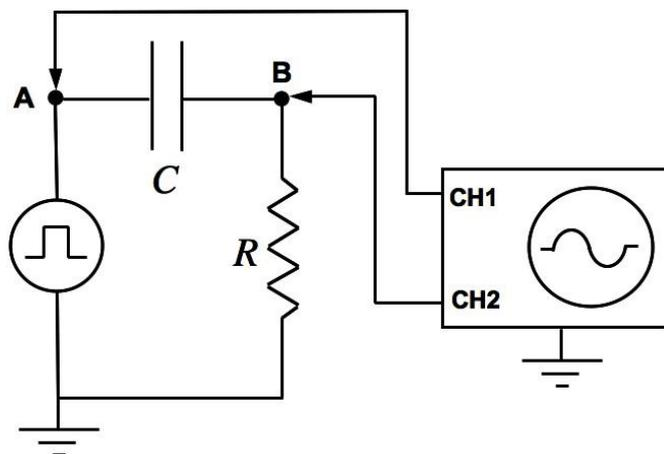

Figura 7: Montagem de um circuito RC para medida da voltagem no resistor V_R .
- 1) Monte o circuito da **Figura 7**, ele corresponde ao circuito da **Figura 4** com as posições do capacitor e do resistor trocadas. Use os mesmos valores de $C = 100\text{nF}$ e $R=10\text{k}\Omega$. Ajuste no gerador de sinais uma onda quadrada de frequência $f = 200\text{Hz}$ e amplitude $V_0 = 4\text{V}$. Nesta configuração medimos com o osciloscópio a voltagem V_R no resistor. Com o auxílio de um multímetro meça o valor de R .